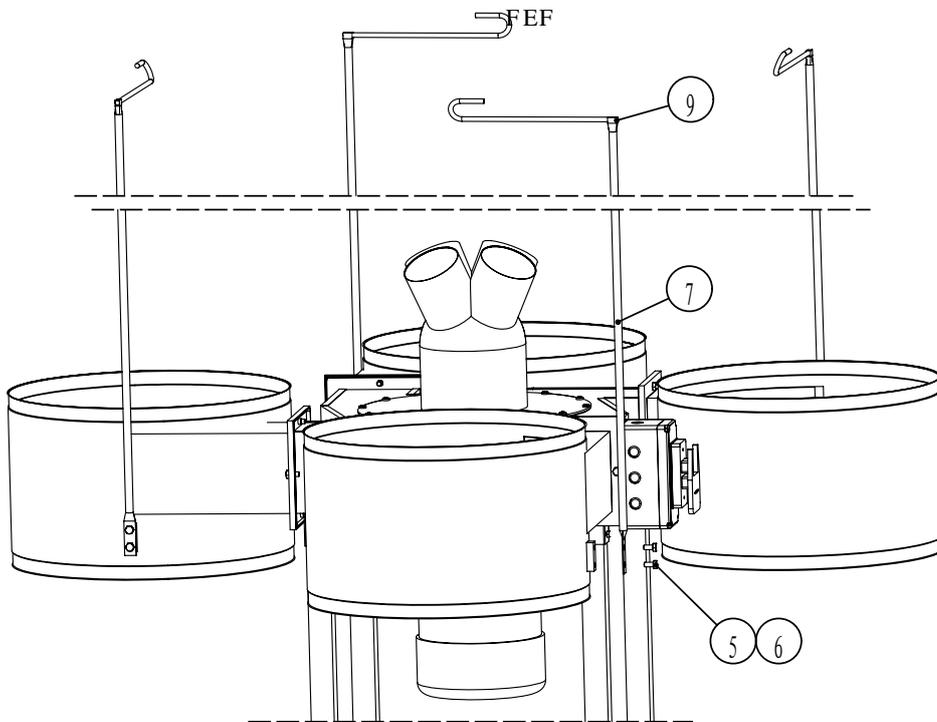

Fig. 5
5. Fixez le support supérieur du sac (7) sur le collecteur à l'aide du boulon hexagonal (5) et de la rondelle plate (6). Mettre le crochet (9) sur support de sac supérieur (7). Voir la figure 5.